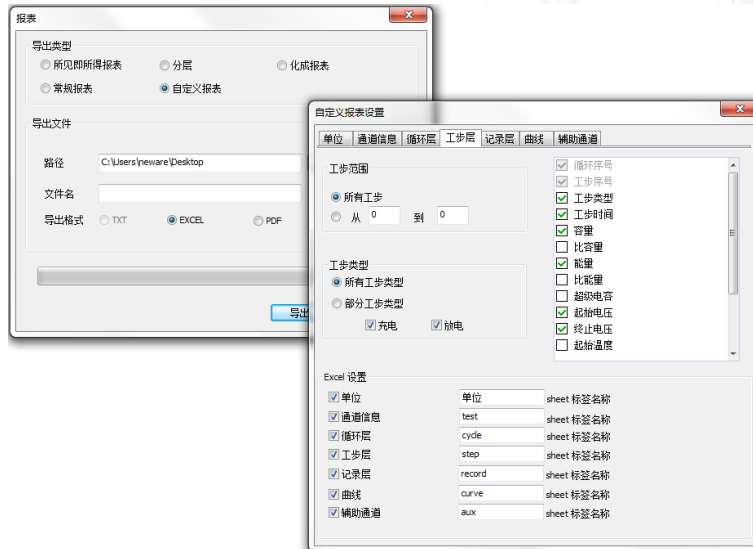

图 3-27 自定义报表工步层设置界面
- 在数据区，单击右键→“导出”或者左击工具栏中的按钮→弹出报表界面，在导出类型中选“自定义报表”，弹出自定义报表设置界面，如图、图、图、图 3-27、图、图、图 所示：